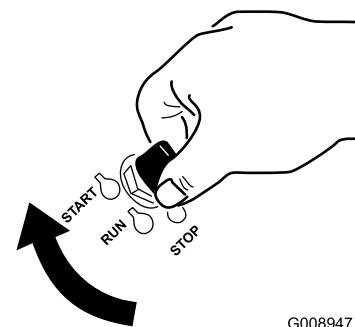

Figura 22
1. Gire la llave a la posición de ARRANQUE (Figura 22).